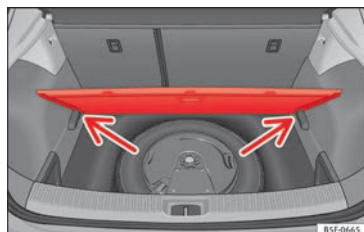

Fig. 179 Bagageira: piso variável
- Apoie o piso sobre os alojamentos previstos para o efeito » » Fig. 179 (setas).